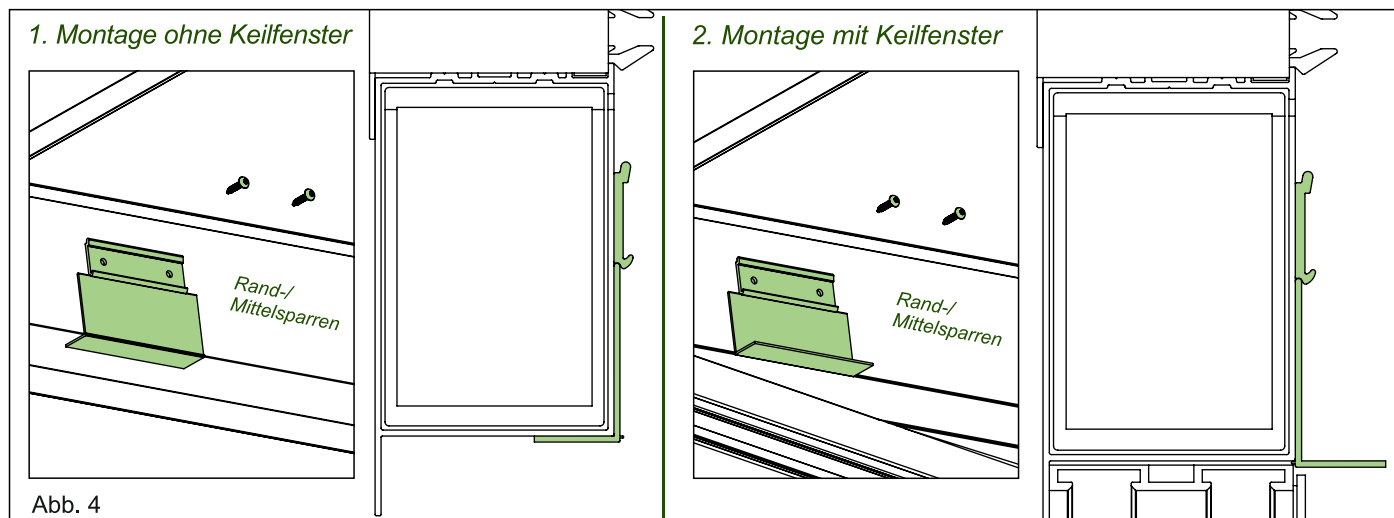

Abb. 4
5. Befestigen Sie die Schienenhalterungen mithilfe des Winkelwerkzeugs; **Option 1** – wenn kein Keilfenster vorhanden ist (Winkel zeigt nach Innen). **Option 2** – wenn ein Keilfenster vorhanden ist (Winkel zeigt nach Außen, Abrundung wird an der Kante positioniert). Wiederholen Sie die Schritte für alle Segmente der Terrasse. Achten Sie dabei, das Werkzeug jeweils für die für Sie geeignete Montage richtig zu platzieren und die Halterungen mit dem richtigen Ende nach oben zu platzieren. (Siehe Abb. 4)